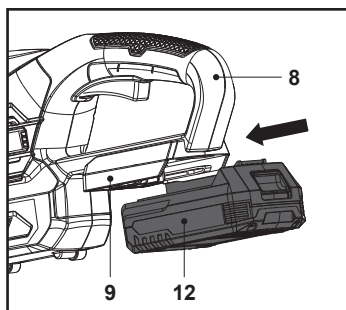

Fig. 3
- Aliniaza acumulatorul (12) cu fantele de glisare ale portului de conectare (9) de sub apărătoarea posterioară (8) și glisează-l pentru a-l fixa.
- Asigura-te că se fixează în poziție (Fig. 3).